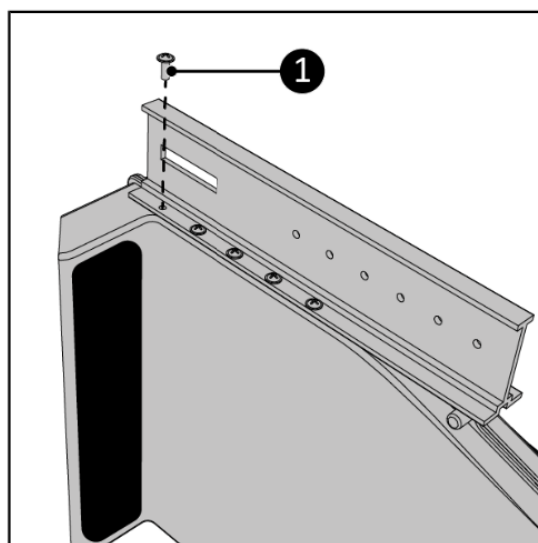

Figura 35.
6. Înșurubați șina principală **(14)** la dispozitivul de ieșire set de ferestre **(15)** folosind zece șuruburi de 3,5 x 10 mm (Figura 35, articolul 1). Asigurați-vă că toate găurile pentru șuruburi sunt aliniate corect.